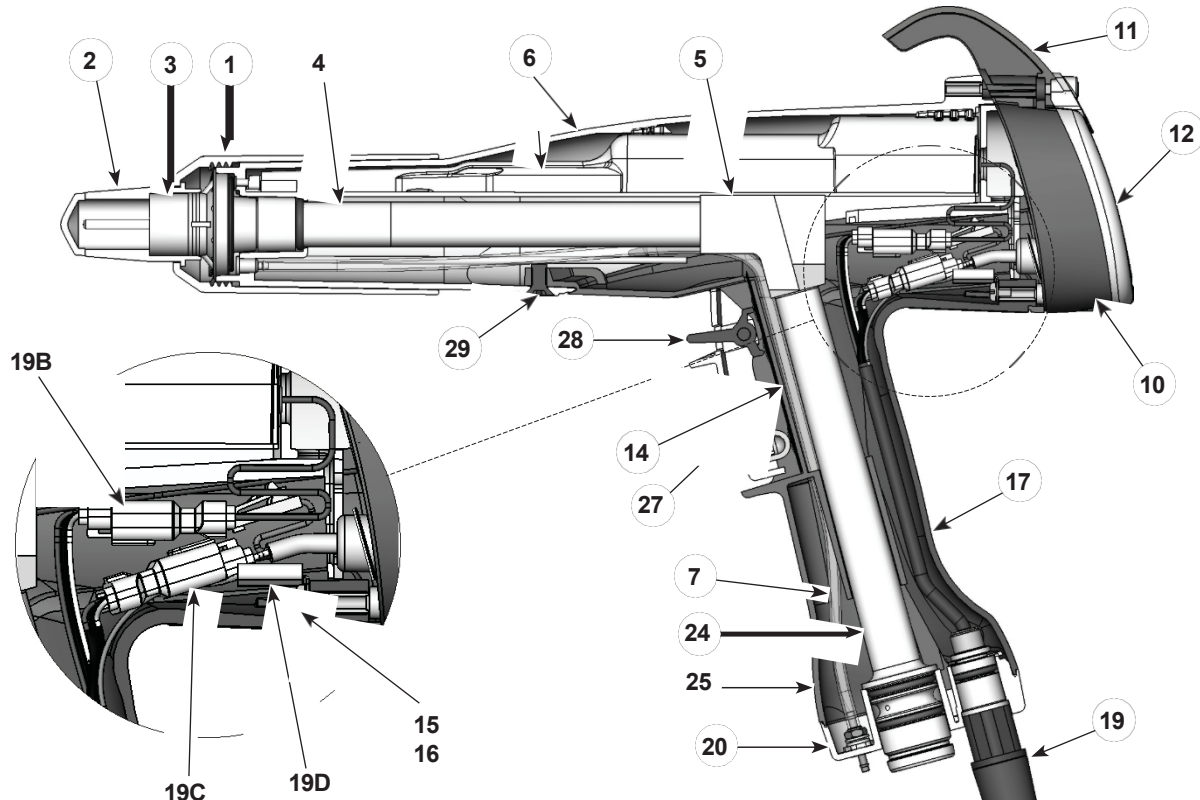
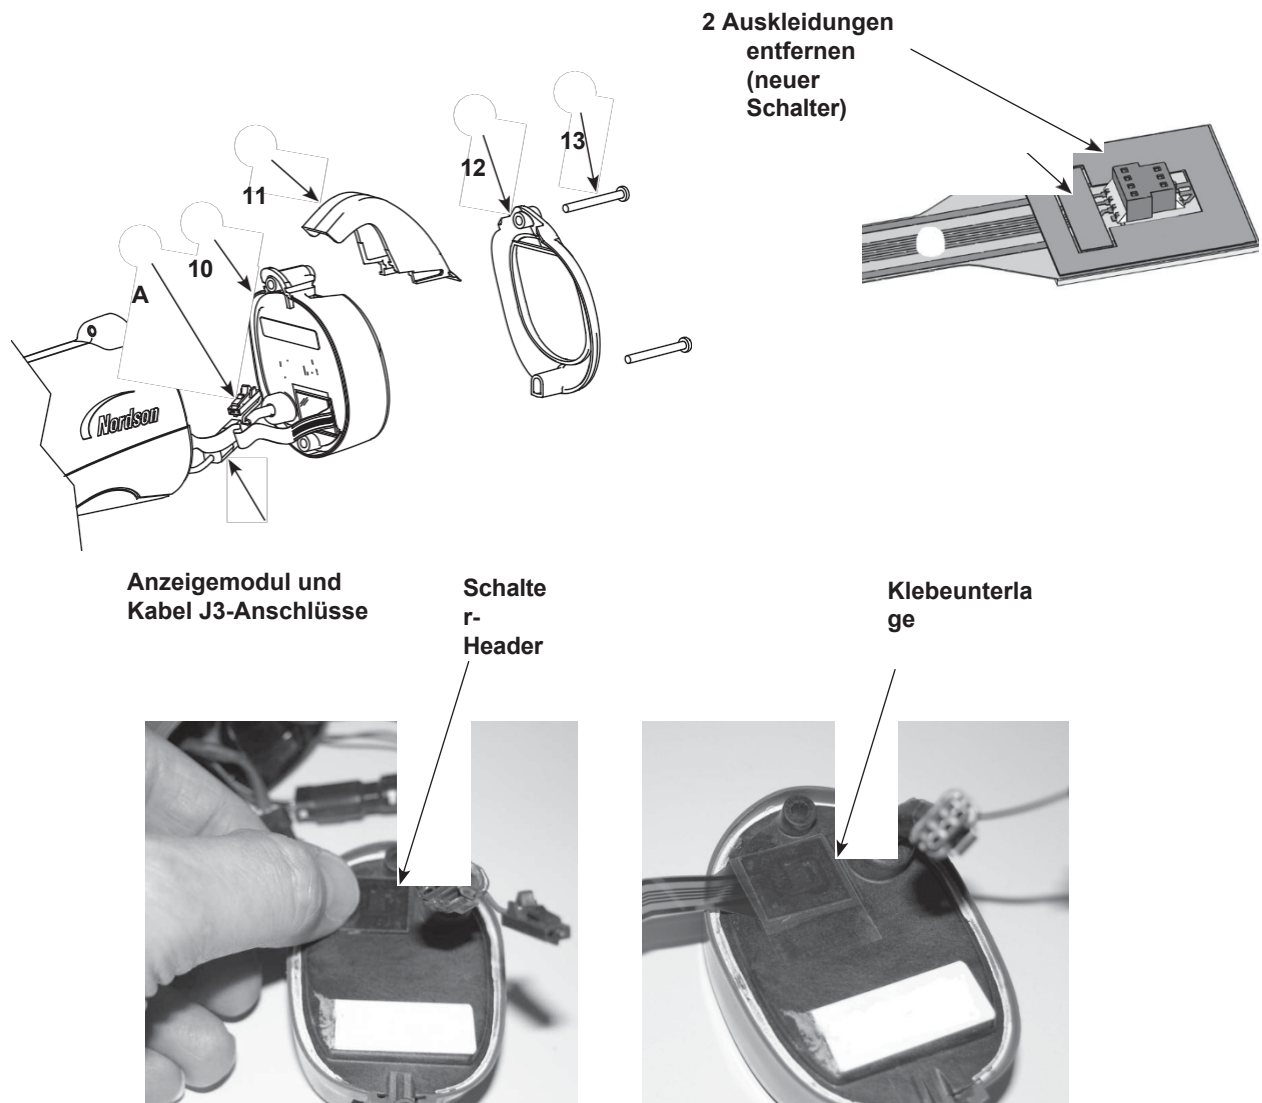

Abbildung 10 Abschnitt V iew of Spray Gun (Positionsnummern in diesem Abschnitt entsprechen Positionsnummern in der Teileliste)
Abbildung 11 Anzeige Austausch des Moduls
1. Siehe Abbildung 10 und Abbildung 11. Die obere und untere Schraube (13), mit der die Blende (12), der Haken (11) und das Anzeigemodul (10) am Pistolenkörper befestigt sind, abschrauben.
1. Reinigen Sie auf dem Anzeigemodul (10) die Montagefläche der Auslöseschalterleiste und den umliegenden Bereich vorsichtig mit Isopropylalkohol. Lassen Sie die Oberfläche vollständig trocknen, bevor Sie fortfahren.
2. Wenn Sie einen neuen Auslöseschalter einbauen, entfernen Sie die beiden Abdeckungen von der Steckerseite des Auslöseschalterkopfes, wie in Abbildung 11 dargestellt.
5. Verbinden Sie das J3-Anzeigemodul und den Kabelstecker miteinander. Der Erdungsdrahtanschluss (A) wird bei dieser Version der Pistole nicht verwendet.
7. Schieben Sie den Haken (11) auf das Anzeigemodul und bringen Sie dann die Blende (12) an.
8. Die Schrauben (13) einsetzen und festziehen.
2. Siehe Abbildung 10. Schrauben Sie die Düsenmutter ab und entfernen Sie die Düsen- und Elektrodeneinheit von der Spritzpistole.
4. Siehe Abbildung 11. Installieren Sie das Anzeigemodul wie unter Installation des Anzeigemoduls auf Seite 18 beschrieben.
5. Die Elektrodenbaugruppe (3) in das Ende des Auslassrohrs an der Vorderseite Pistolengehäuses einsetzen. Darauf achten, dass die Drahtelektrode nicht verbogen oder gebrochen ist.
6. Setzen Sie die Düse (2) auf die Elektrodenbaugruppe und achten Sie darauf, dass die Nasen der Elektrodenbaugruppe in die Schlitze der Düse gleiten.
7. Setzen Sie die Düsenmutter (1) auf die Düse und drehen Sie sie im Uhrzeigersinn, um sie zu sichern.